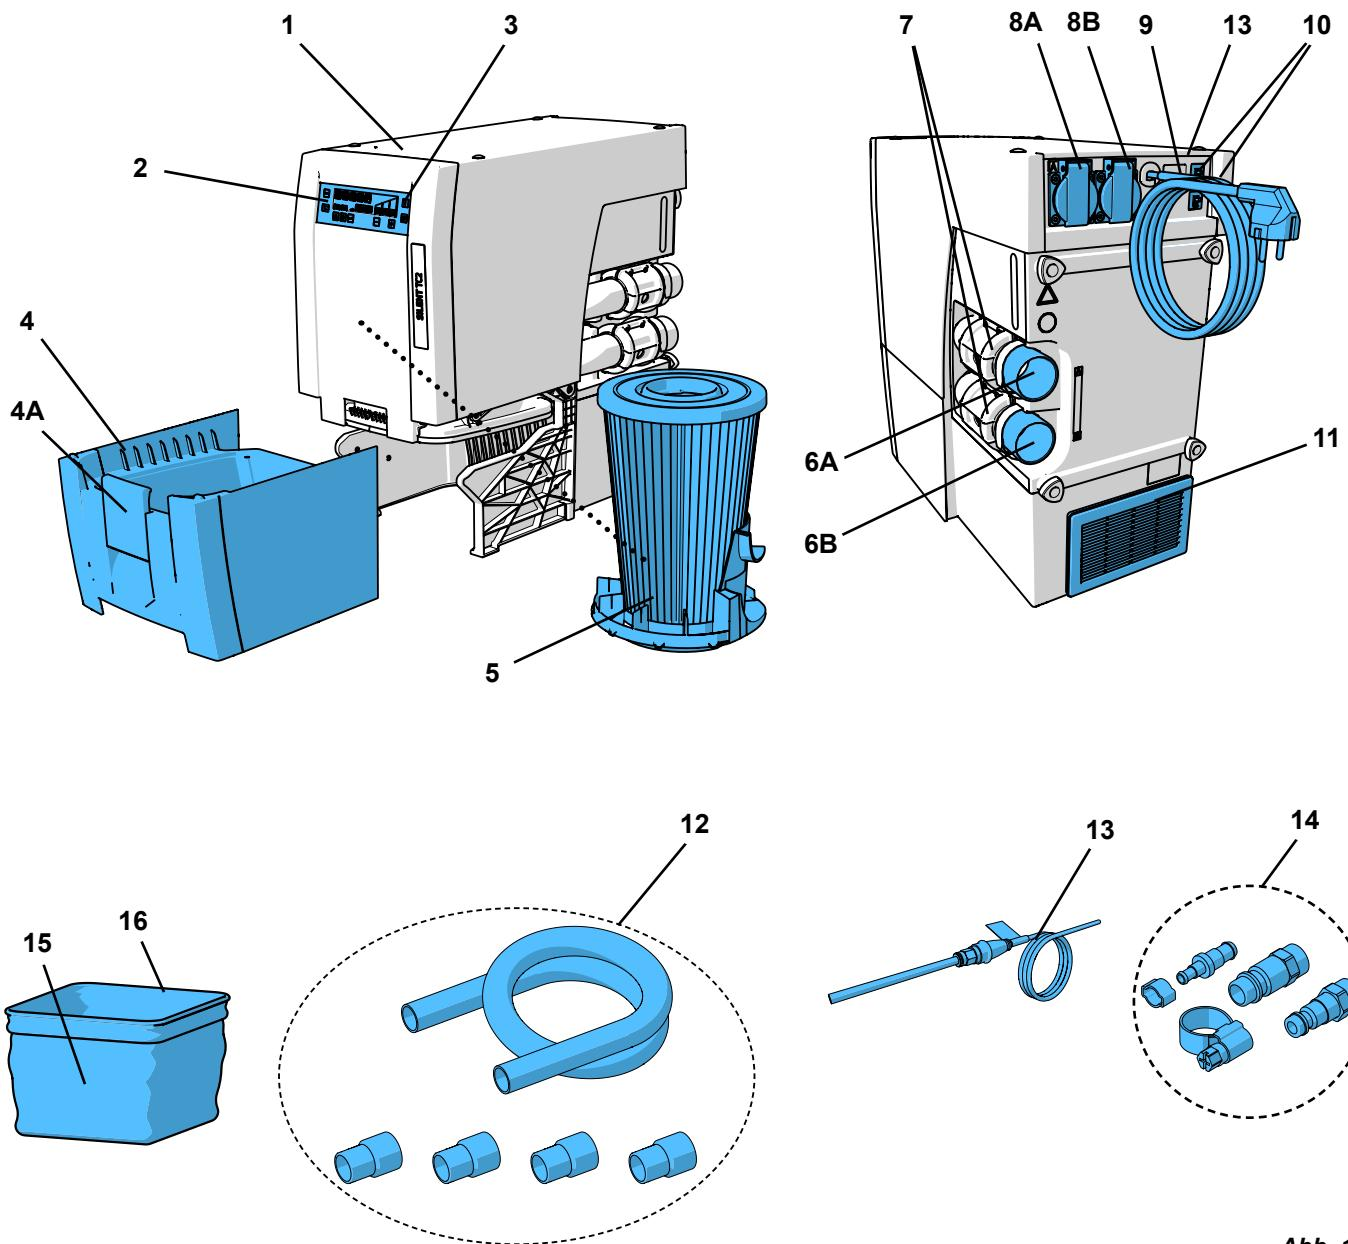

Abb. 1
- der Abluftaustritt (11, Abb. 1) nicht behindert wird.
- Externe Abluftführung (A) (siehe Kap. 4.7).
- Öffnung in Schrankrückwand (B), min. 250 x 120 mm, direkt gegenüber dem Abluftaustritt (11, Abb. 1).
- Rückwand des Schranks entfernen (C), Abstand der Schrankrückseite zur Wand min. 50 mm.
- ⇒ Netzkabel (9, Abb. 1) entrollen und Netzstecker in Steckdose der Gebäudeinstallation einstecken.
- ⇒ Passende Schlauchkupplung aus beiliegendem Anschlussset (14, Abb. 1) auswählen und am Schlauchende anbringen.